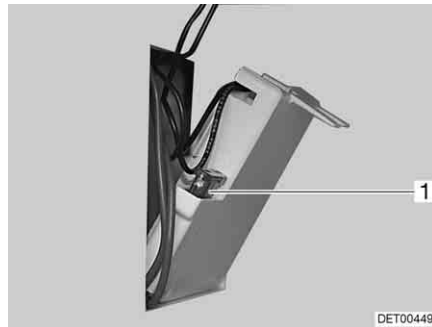

Fig. 173 Fusibile della toilette Thetford
- Sostituire il fusibile (Fig. 173,1).